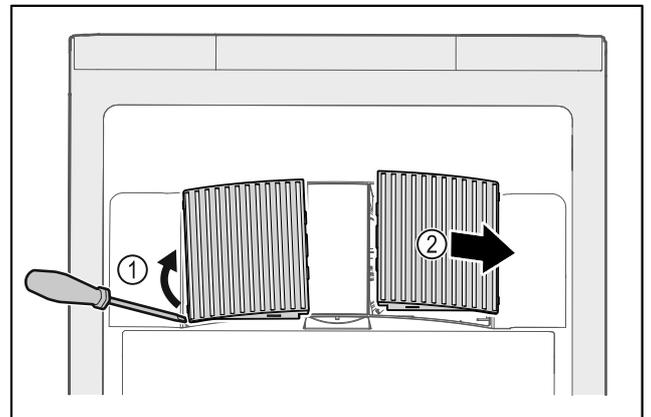

Fig. 200
- ▶ Abrir cuidadosamente las cubiertas del ventilador haciendo palanca por un lado Fig. 200 (1) y retirarlas hacia delante Fig. 200 (2).